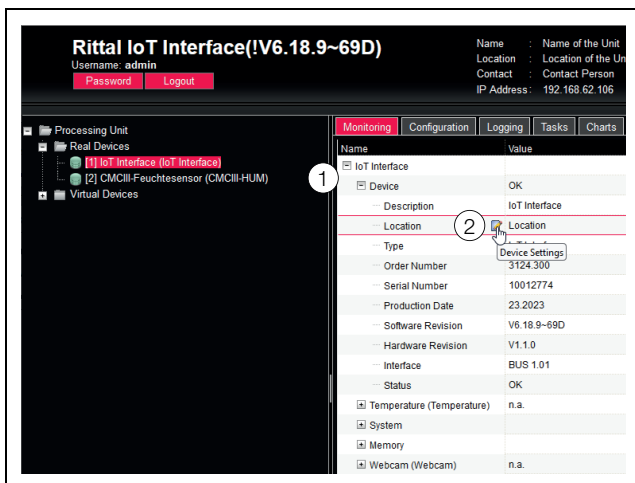

Fig. 24 : sélection d'un paramètre unique
- ouvrir successivement les éléments « Interface IoT » et « Device » en cliquant sur le signe « Plus » devant l'élément (fig. 24, pos. 1).
- Placer le curseur de la souris à la fin de la première colonne dans la ligne « Location » (fig. 24, pos. 2).